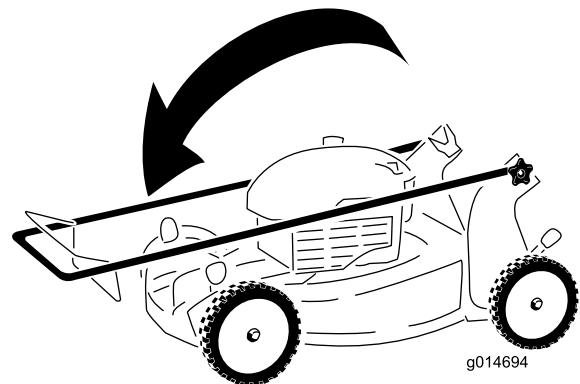

Figure 27
2. Pliez la moitié supérieure du guidon en avant de la manière indiquée (Figure 27).